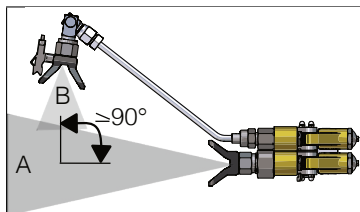

fig. 12: Unghi de reglare a duzei pentru componenta B
- ▶ Reglați comutatorul de inversare cu duza componentei B, astfel încât materialul să atingă perpendicular componenta A (vezi fig. 12).